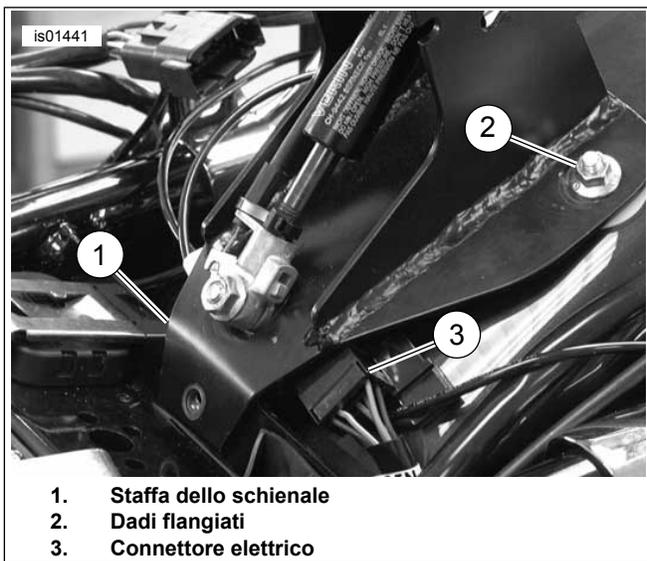

Figura 6. Fissare la staffa dello schienale con i dadi flangiati e la vite
3. Vedere Figura 6 Far scorrere il connettore elettrico (3) sul lato, in modo che la staffa non interferisca con esso.